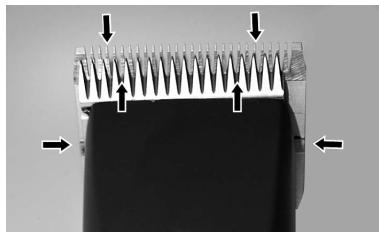

Fig. 22
Para conseguir un buen resultado de esquileo y para alargar la duración de la esquiladora, es imprescindible aplicar una fina capa de aceite sobre las cuchillas superior y inferior (fig. 22).
- ▶ Lubrique los peines suficientemente durante el esquileo (como mínimo cada 15 minutos), para que no marchen en seco (fig. 22).
Es necesario lubricar los peines antes, durante y después de cada uso. Si los peines dejan rayas o se desaceleran, es una señal segura que necesitan aceite. Aplique algunas gotas de aceite de frente y lateralmente de los peines (flechas fig. 22). Quite el aceite sobrante por un pañuelo suave y seco. Aerosoles lubricantes no contienen suficientemente aceite para una buena lubricación, pero son convenientes para la refrigeración de los peines. Cambie de inmediato peines dañados o dentados a fin de evitar heridas.